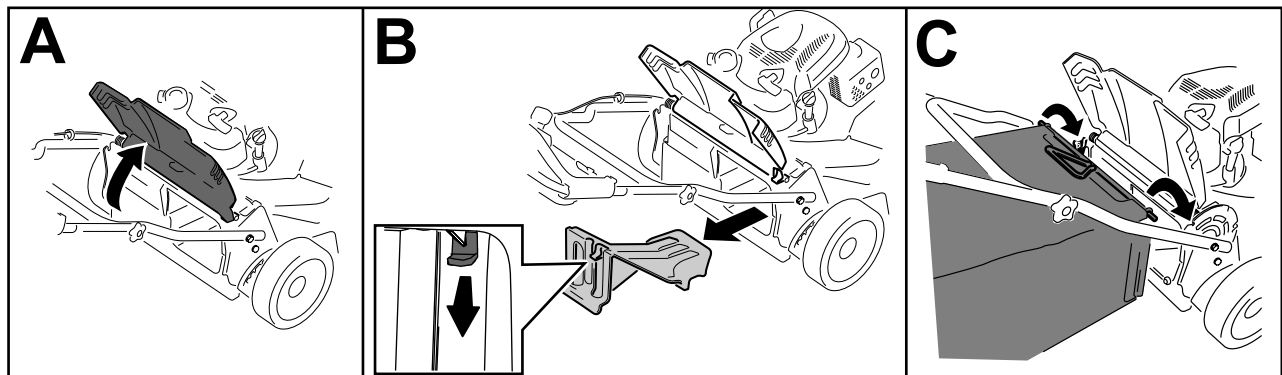

Figura 24
1. Levante y sujete el deflector trasero (Figura 24, A).
2. Retire el tapón de descarga trasera tirando hacia abajo en el enganche con el dedo pulgar y extrayendo el tapón de la máquina (Figura 24, B).
3. Instale la varilla de la bolsa en las muescas de la base del manillar y mueva la bolsa hacia adelante y hacia atrás para verificar que la varilla está asentada en el fondo de cada muesca (Figura 24, C).